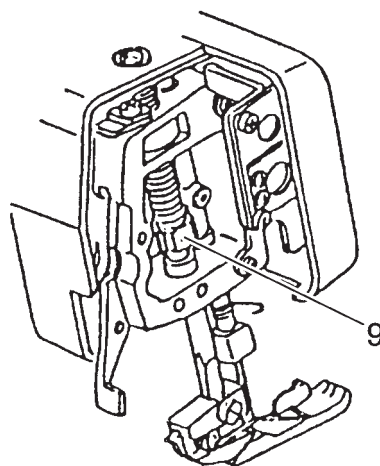

Рис. 6
- Ослабьте крепежные винты 11, 12 и 13 (рис. 6).
- Ослабьте винт 9 крепления стержня лапкодержателя (рис.6).